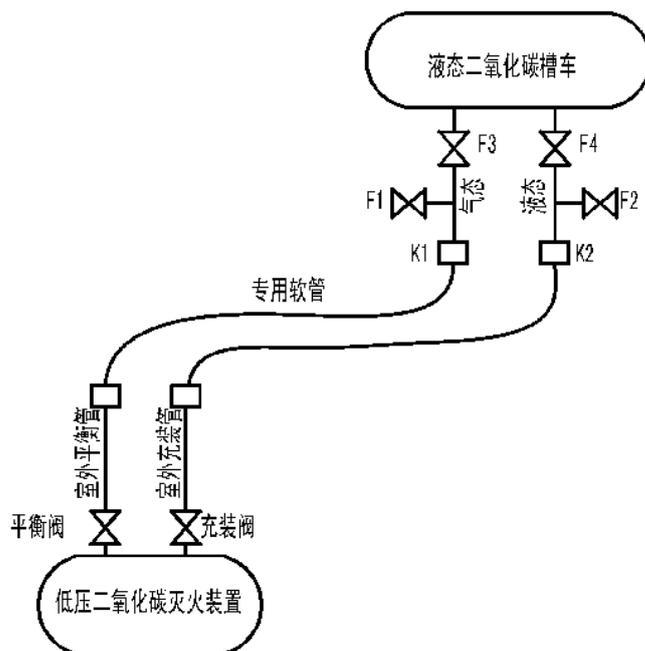

图 31 二氧化碳充装方法
2、用专用软管将低压二氧化碳灭火装置的充装阀、平衡阀与槽车的液相端 K2、气相端 K1 的快装接头相连，关闭阀门 F1、F2，见图 31。